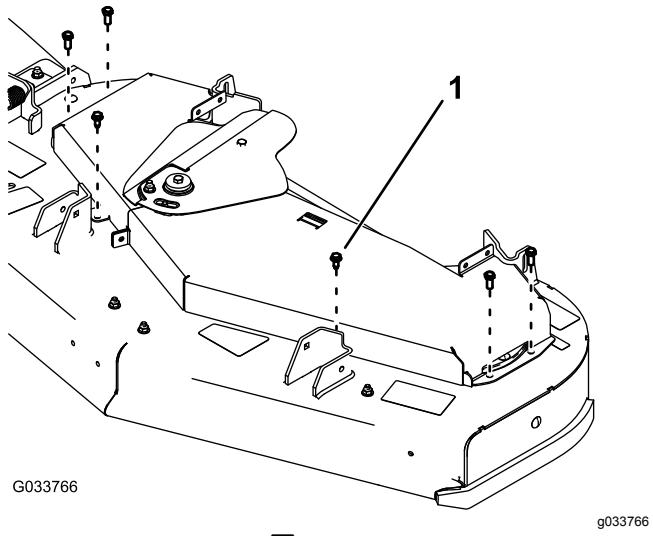

図 65
5. ベルトカバーを刈り込みデッキに固定しているボルト本を外してベルトカバーをアイドラカバーの下から引き出す図 65。
8. ボルト6本でベルトカバーを取り付ける図 65。